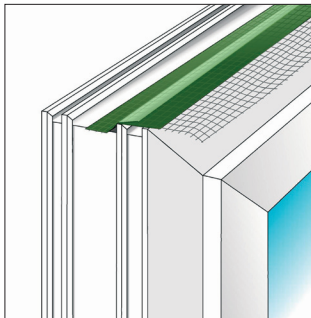

Bild 4: Folie auf Fensterrahmenrücken kleben
- Folie mit der Selbstklebung auf den Fensterrahmenrücken kleben (Bild 4).